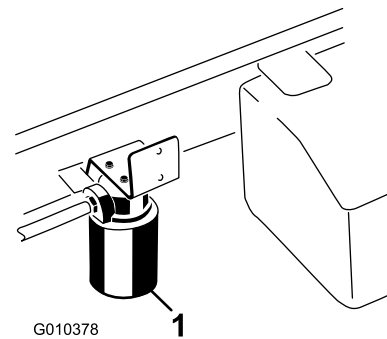

Figura 67
3. Coloque un recipiente debajo del filtro y retire el filtro (Figura 67).